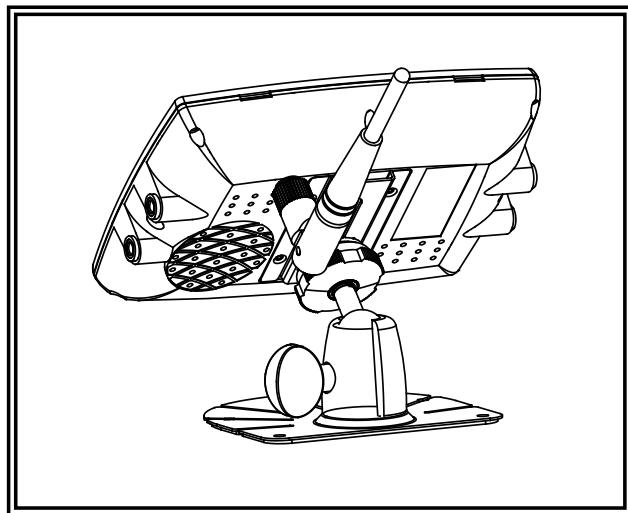

Figure 8
2. Fixez le moniteur sur le socle et ajustez l'angle de vue. (Figure 8)